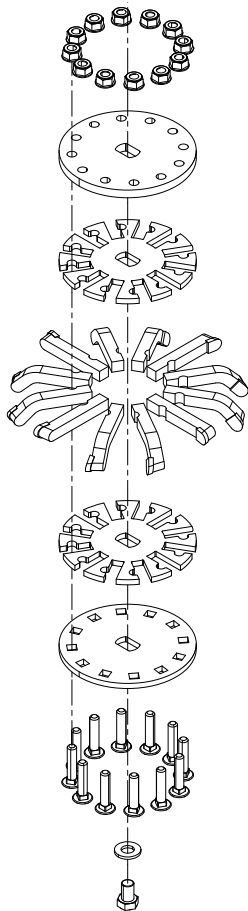

Рис. 5.1.
1. Снимите режущие зубья с узла резки: снимите болт размером 1/2 дюйма и шайбу со шпинделя на нижнем диске и 12 болтов с квадратным подголовком размером 3/8 x 3/4 дюйма и гайки с нейлоновой вставкой. См. рис. 5.1.